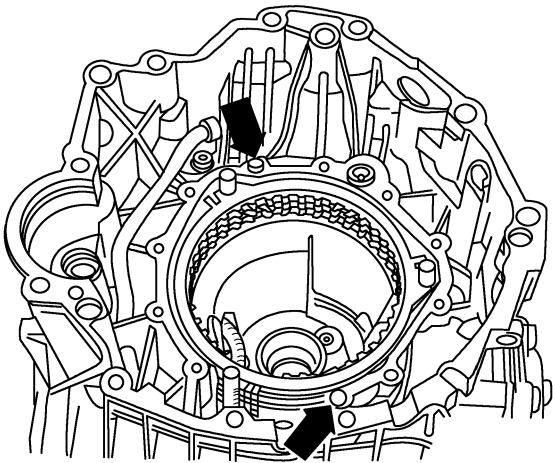

图 2-2-20 检查自动变速器壳体上是否有用于法兰端盖定位的定位套及其固定情况
- (1) 检查自动变速器组件的磨损程度，清洁自动变速器壳体和法兰端盖上的密封面。
- (2) 如图 2-2-20 中箭头所示，检查自动变速器壳体上是否有用于法兰端盖定位的定位套及其固定情况。